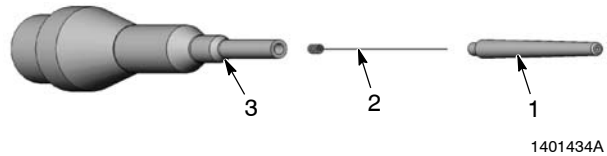

Abb. 19 Elektrode ersetzen
7. Siehe Abbildung 19. Wenn Sie die Elektrode ersetzen, den Elektrodenhalter (1) vom Widerstandshalter (3) abschrauben und die Elektrode (2) abnehmen.
1. Siehe Abbildung 19. Wenn zuvor abgenommen, die Elektrode im Elektrodenhalter installieren und dann den Elektrodenhalter in den Widerstandshalter einschrauben.